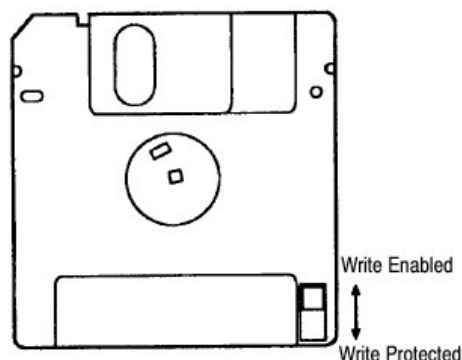

图 3-2 软盘写保护标签
1. 准备一张空白的 3.5 英寸软盘 (2HD 型)。若软盘被写保护，将写保护标签移到 WRITE-ENABLE 位置 (如图 3-2 所示)。